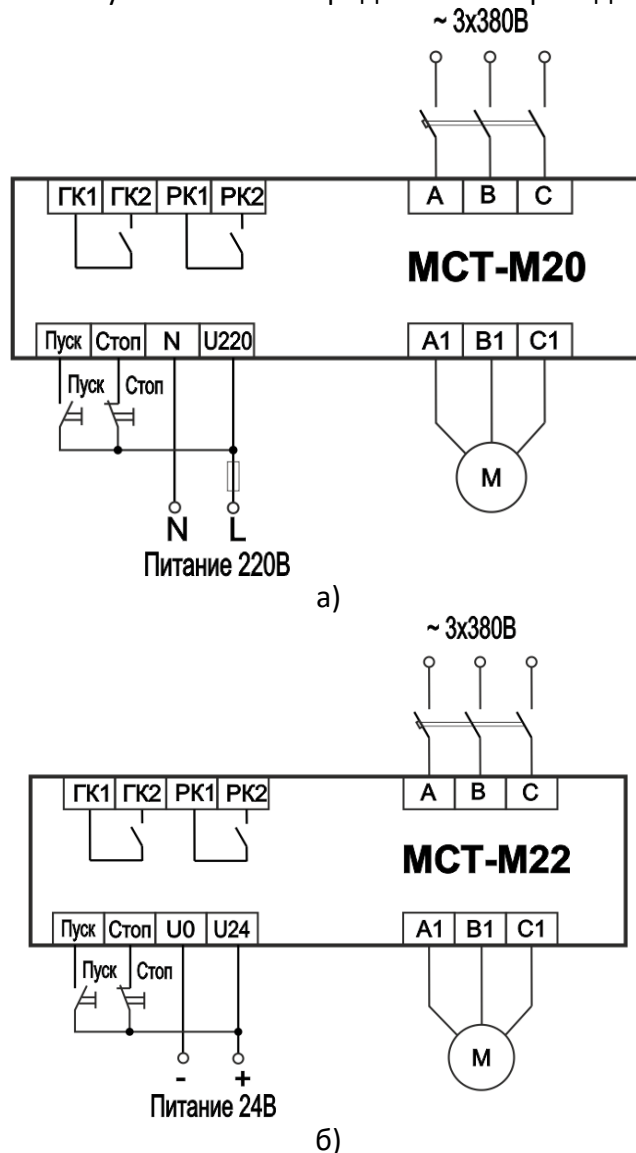

Рисунок 4 – Пример схемы подключения пускателя
1.6.5 Пример схемы подключения пускателя к электродвигателю приведен на рис. 4.